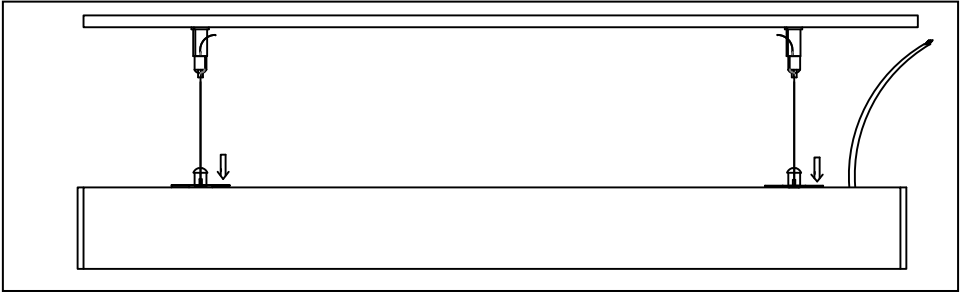
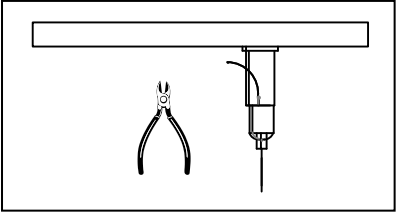

Рис. 2
Рис. 3
- 5.11 Установите осветительный прибор на подвесах, выровняйте положение осветительного прибора по горизонтали и отрегулируйте длину тросиков (рис. 2). Излишки тросиков откусите (рис. 3).